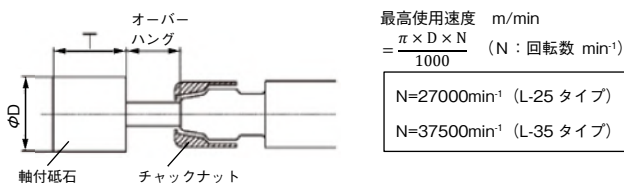

図 3
- 当社純正品以外の砥石を使う場合、オーバーハングは 13mm 以下にしてください。（図 3）オーバーハングが長くなると、最高使用回転数または最高周速度が低下しますのでご注意ください。